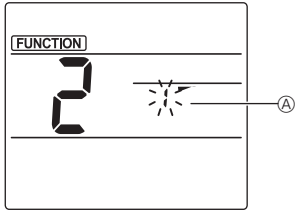

Fig. 3-2
② Kanatçık sayısını seçme (Fig. 3-2)